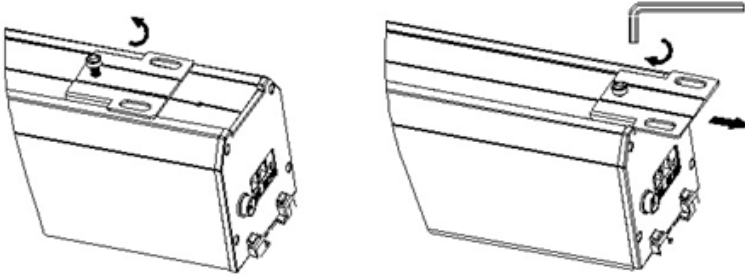

Abbildung 2
2. Lösen Sie die Schrauben der Montageplatte oberhalb des Leinwandgehäuses. Schieben Sie die Montageplatten zu den Enden des Gehäuses und ziehen die Schrauben wieder fest an (Abbildung 2). Bitte achten Sie darauf, dass die Bohrungen für die Gewindestangen nicht durch das Gehäuse verdeckt werden.
Die Leinwand herunter fahren (Fig. 2)